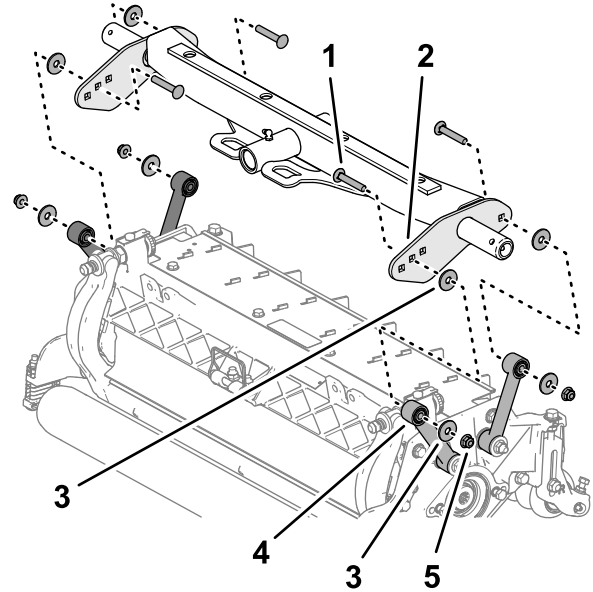

Figura 18
2. Alinee una arandela entre la placa del bastidor y la biela (**Figura 18**), y monte provisionalmente las placas y el espaciador con un perno de cuello cuadrado ($\frac{3}{8}$ " x $2\frac{1}{4}$ "), una arandela y una contratuerca con arandela prensada ($\frac{3}{8}$ ").